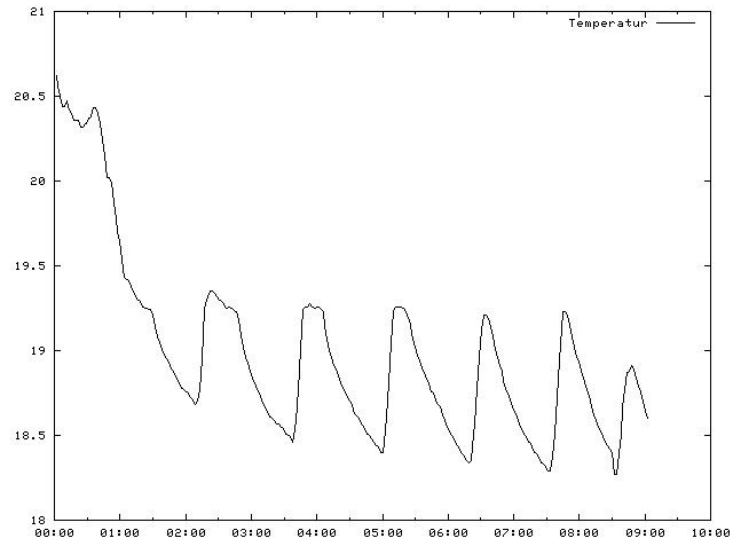

Abbildung 5: Messung über eine Nacht
- Abbildung 5 zeigt den Temperaturverlauf während einer Nacht in einem geschlossenen Raum mit einem Außenwand-Gasofen. Die Wellenform der Temperaturkurve zeigt deutlich das Ein- und Ausschalten der Zweipunktregelung des Ofens.